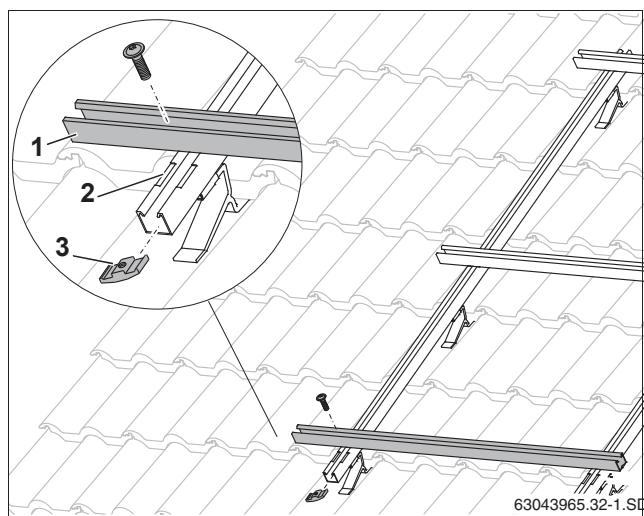

Рис. 30 Монтаж горизонтальных профильных реек
- ▶ Уложите профильные рейки (рис. 30, [1]) в углубления (рис. 30, [2]) на профиле с повышенной снеговой нагрузкой и для дальнейшего их выравнивания только слегка закрепите винтами и алюминиевыми гайками (рис. 30, [3]).